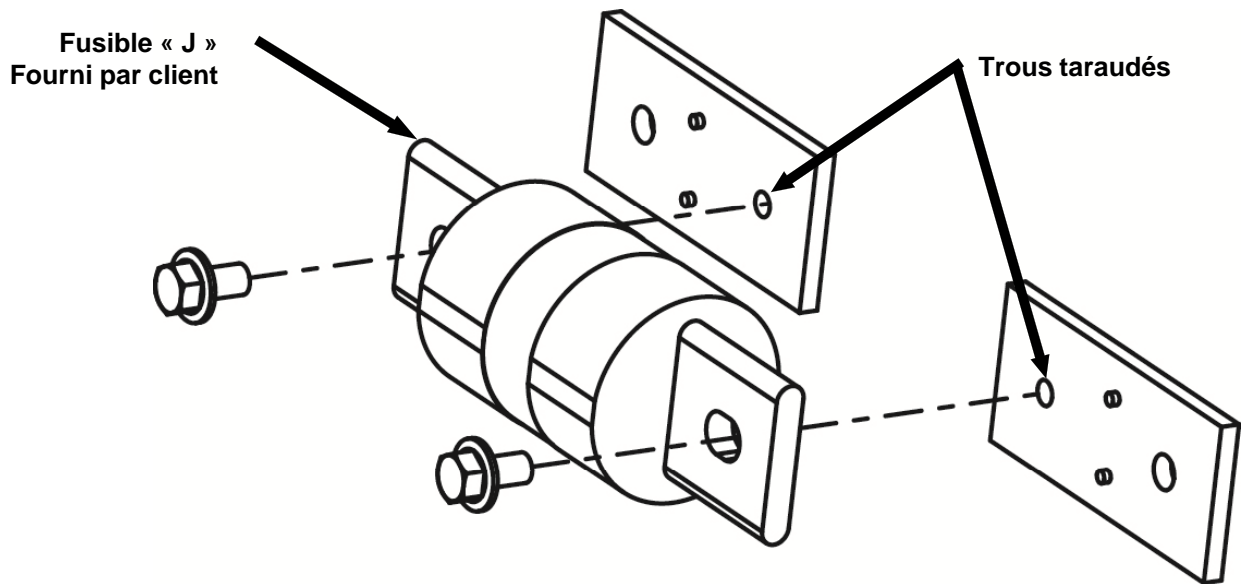

Fig. 1
2. Assembler le fusible « J » dans l'adaptateur « J » à l'aide des deux boulons à tête hexagonale fournis, tel qu'illustré aux Fig. 1 et 2.